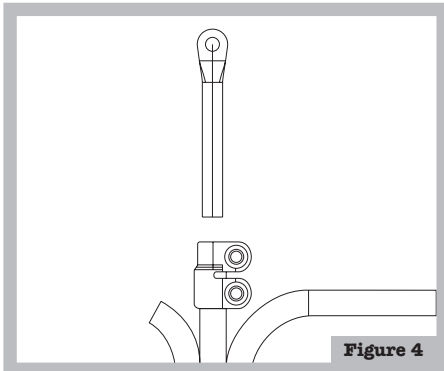
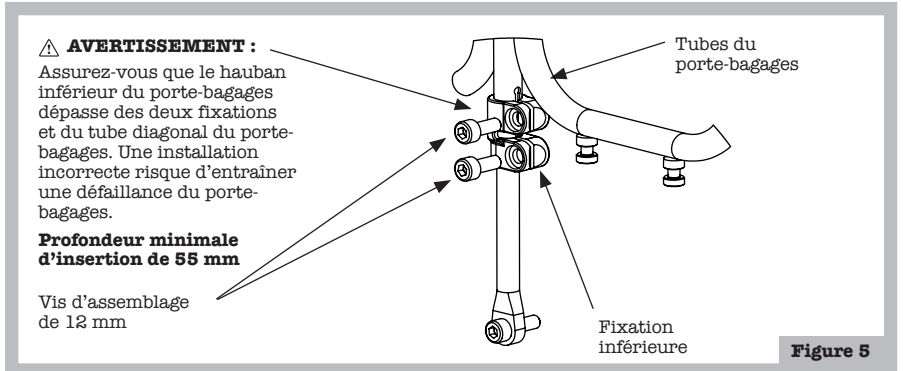

Figure 4
Figure 5
- Graissez légèrement les haubans inférieurs du porte-bagages et installez-les dans les fixations (figure 4). Graissez le filetage des vis d'assemblage de 12 mm et vissez partiellement les vis dans les fixations avec une clé hexagonale de 4 mm (figure 5). Ne les resserrez pas pour le moment.